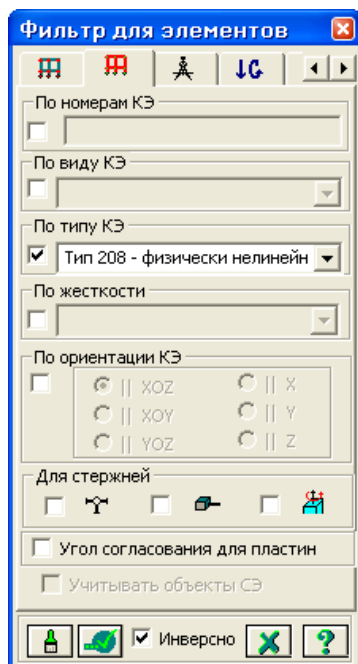

Рис.10.15. Диалоговое окно **Фильтр для элементов**
- С помощью меню **Выбор ⇒ ПолиФильтр** (кнопка  на панели инструментов) вызовите диалоговое окно **ПолиФильтр** (рис.10.15), для того чтобы выделить элементы анкеров.